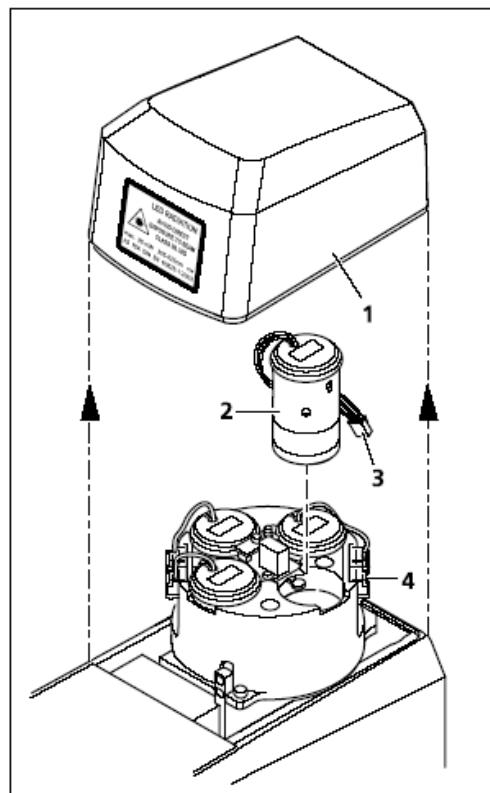

图3-49 更换 LED 模块
- 从上部主机体提起盖子（图3-49/1）。
- 从相应的插槽中（图3-49/4），拔出需要更换的 LED 模块（图3-49/2）的连接插头（图3-49/3），并拔下 LED 电源线。